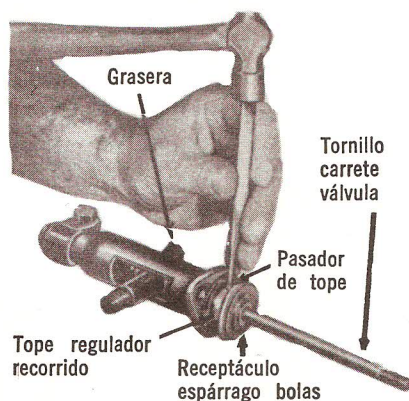

Fig. 17 — Desmontando el Pasador de Tope. Típico
6. Afloje el tope justo lo necesario para alinear el agujero más cercano del tope con la incisión en el receptáculo para la rótula e instale el pasador de tope en el receptáculo y luego, el tope regulador de recorrido y el tornillo del carrete (Fig. 17).